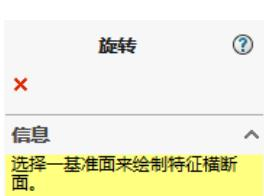
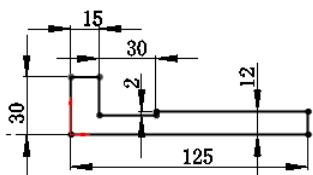

图 5.6.2 “旋转”对话框（一）
图 5.6.3 横断面草图
Step2. 选择命令。选择下拉菜单 **插入(I)** → **凸台/基体(B)** → **旋转(R)...** 命令（或单击“特征(F)”工具栏中的  按钮），系统弹出如图 5.6.2 所示的“旋转”对话框（一）。
(1) 选择草图基准面。在系统 **选择一基准面来绘制特征横断面。** 的提示下，选取上视基准面作为草图基准面，进入草图绘制环境。
(2) 绘制如图 5.6.3 所示的横断面草图（包括旋转中心线）。
① 绘制草图的大致轮廓。
② 建立如图 5.6.3 所示的几何约束和尺寸约束，修改并整理尺寸。